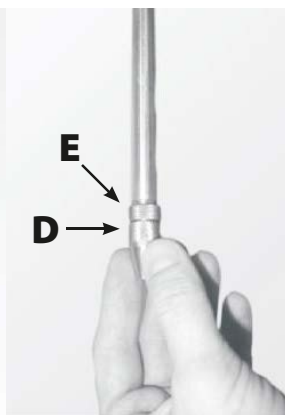

Рис. 19
- 5. Ширина распыляемой струи регулируется поворотом насадки **D**, которая фиксируется на пистолете гайкой **E** (рис. 19).